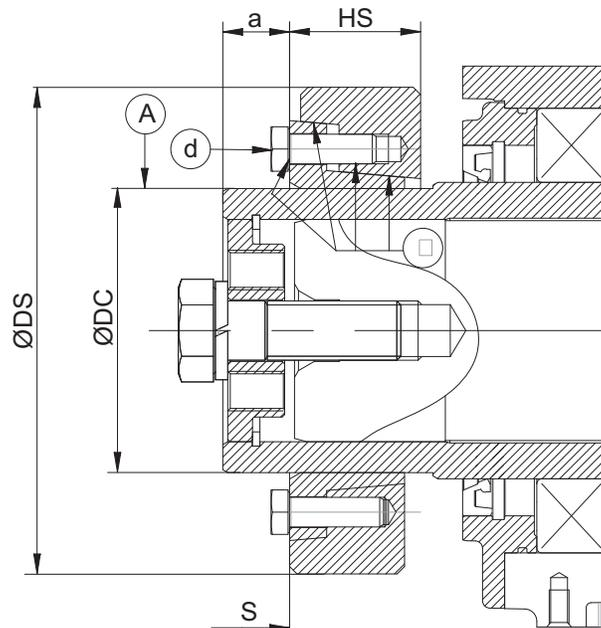

Fig. 10
- Lubrifiez le logement du joint (Fig. 10 (p. 23) point A).
- En cas de restauration du joint, démontez-le et graissez les zones « C » (voir Fig. 10 (p. 23)).
- Lorsque l'assemblage du joint a été correctement effectué, vous pouvez également le vérifier visuellement, car les surfaces devant les bagues intérieure et extérieure doivent être sur le même plan (Fig. 10 (p. 23) point S).